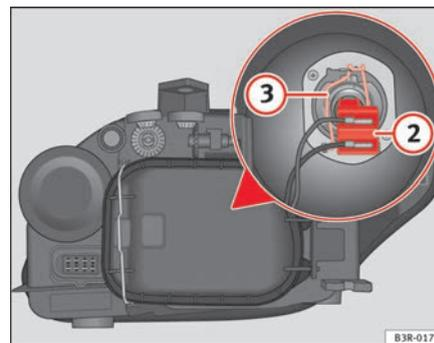

Fig. 194 Médios
- Retire a ligação ⇒ fig. 194 ② da lâmpada, puxando-a.
- Desengate a mola de fixação ⇒ fig. 194 ③ pressionado-a para dentro e para a direita.